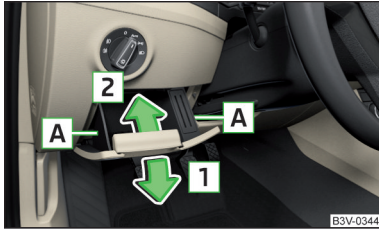

Abb. 357
- Das Ablagefach seitlich im Bereich **A** fassen und durch Ziehen in Pfeilrichtung **1** aufklappen (zum Aufklappen ist ein erhöhter Kraftaufwand notwendig) » Abb. 357.